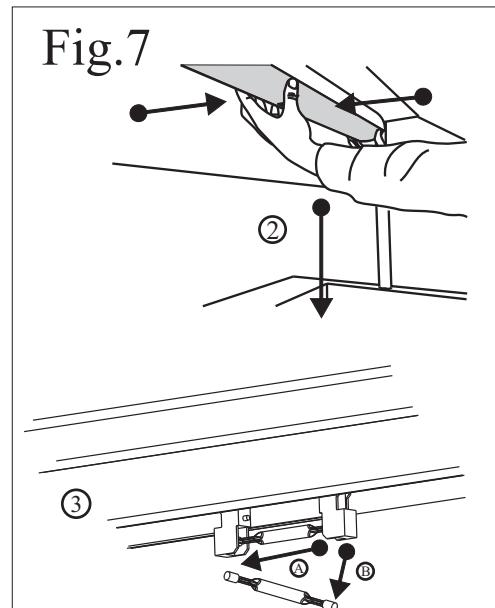

Fig.7
1. Togliere l'alimentazione. 2. Afferrare, con entrambe le mani, la griglia di protezione della lampada, quindi premere verso il centro e sfilare verso il basso. 3. Spingere la lampada verso uno dei supporti in modo da liberare l'estremità opposta quindi toglierla dalla plafoniera. **4. Attenzione:** la nuova lampada non deve essere assolutamente maneggiata a mani nude, operare la sostituzione afferrandola con un pezzo di carta. 5. Ripristinare il tutto procedendo in senso inverso (vedi Fig. 7).